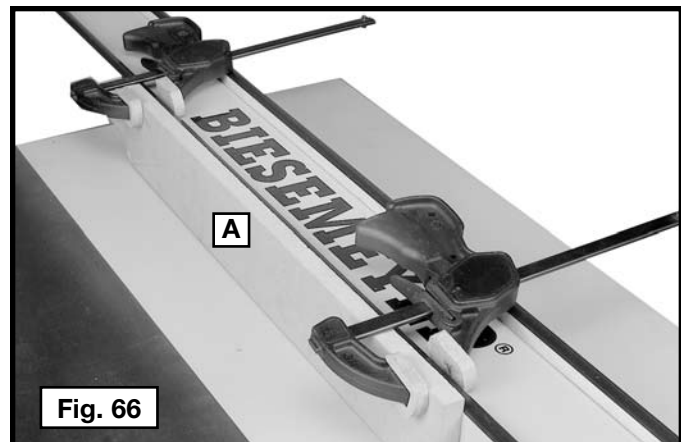

Fig. 66
El revestimiento es necesario al realizar operaciones especiales como el uso de cabezales portacuchillas para molduras para agregar un revestimiento de madera (A) fig. 66 a uno o ambos lados de la guía de corte. Según la guía que utilice, el revestimiento de madera se sujeta a la guía con tornillos para madera a través de orificios realizados en la guía o con dos abrazaderas (fig. 66). Para la mayoría de los trabajos, cualquier material de 19,1 mm (3/4") es adecuado, aunque ciertos trabajos pueden requerir un revestimiento de 25,4 mm (1").